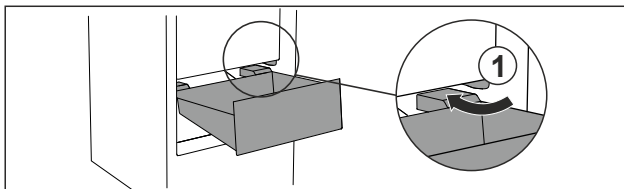

Fig. 21
- ▶ Lade schuin rond de stoppers Fig. 21 (1) leiden.